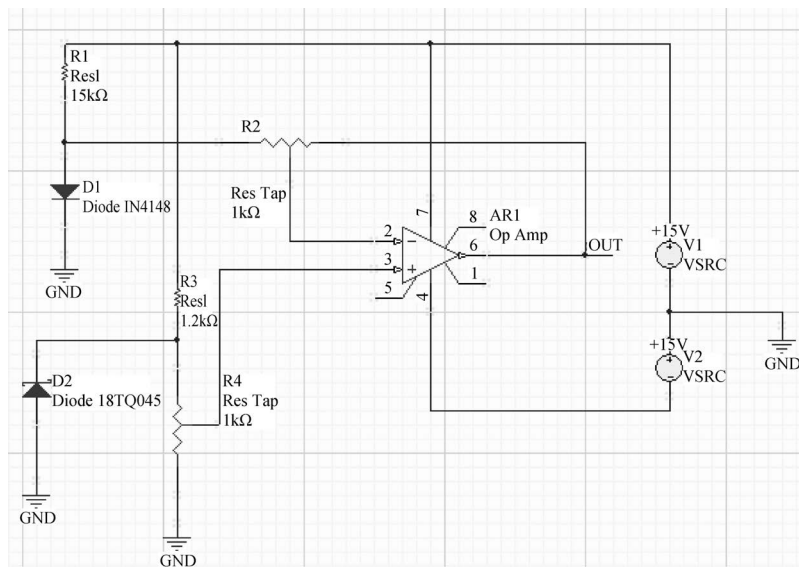

图 3-61 修改电路元器件参数并放置网络标号
(6) 如图 3-61 所示,将 V1 和 V2 设置为 +15V,其他元器件参数按图中设置。
(7) 为了方便对仿真结果的分析,如图 3-61 所示,在放大器的输出端放置名称为 OUT 的网络标号。